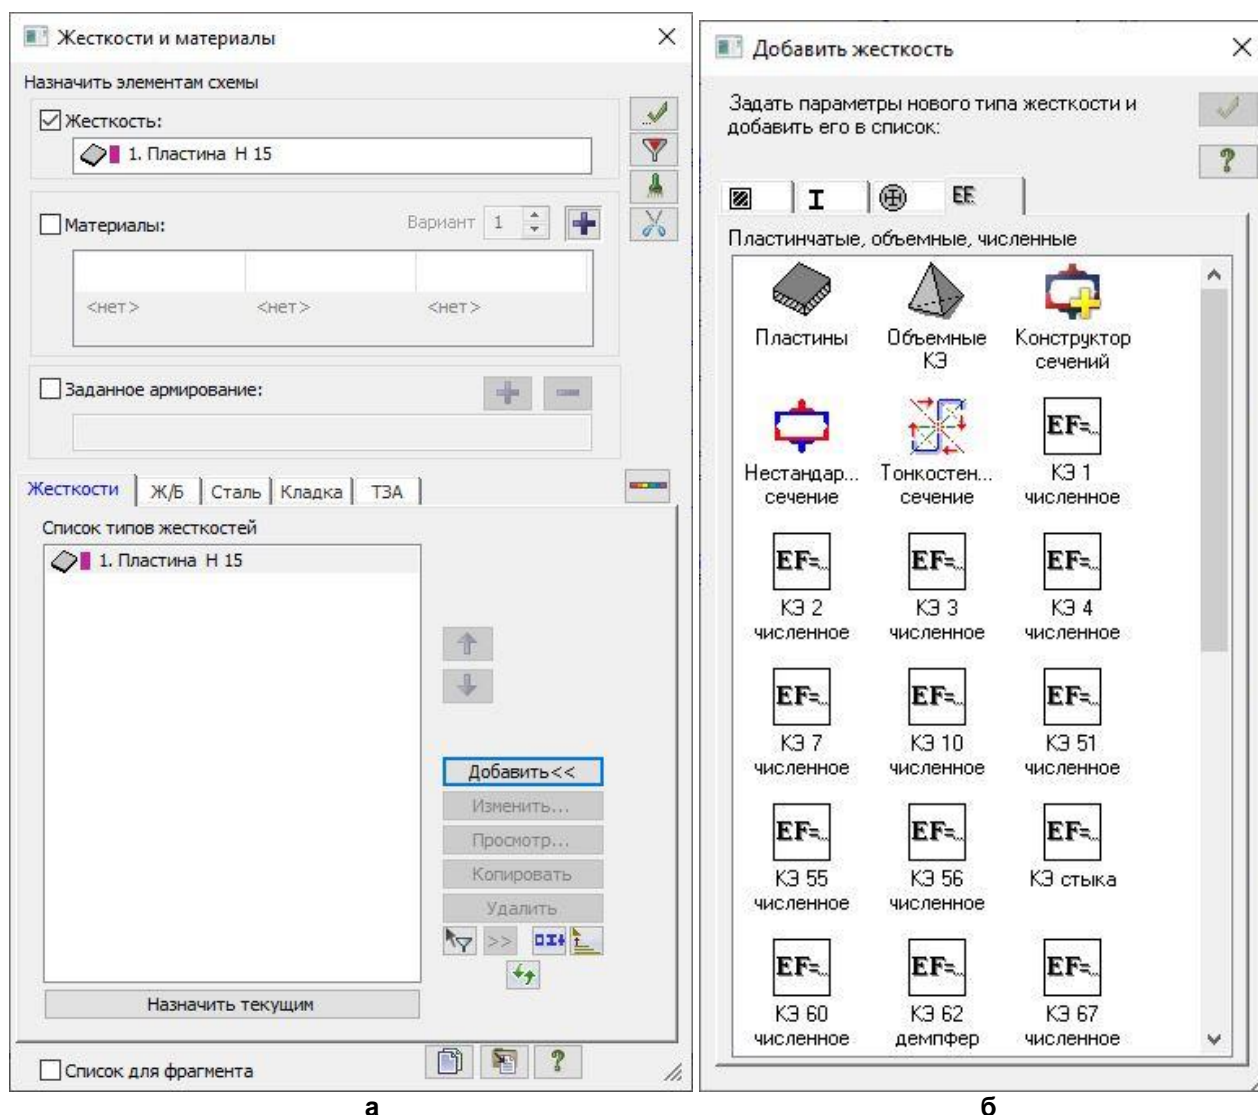

Рис.2.8. Диалоговые окна: а – Жесткости и материалы, б – Добавить жесткость
Выбор материалов для варианта конструирования происходит в диалоговом окне **Жесткости и материалы** (рис.2.8,а).
- Щелчком по кнопке  – **Жесткости и материалы элементов** (панель **Жесткости и связи** на вкладке **Создание и редактирование**) вызовите диалоговое окно **Жесткости и материалы** (рис.2.8,а).
- В этом окне щелкните по кнопке **Добавить** и в появившемся окне **Добавить жесткость** (библиотеке жесткостных характеристик) щелкните по четвертой закладке численного описания жесткости (рис.2.8,б).